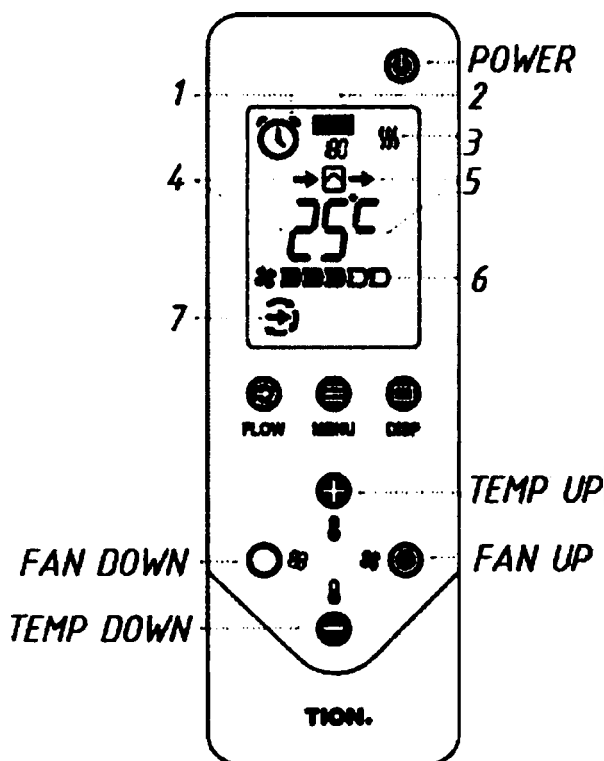

Рисунок 5.2 – Пульт дистанционно управления (отображение главного экрана):
5.4.1 ПДУ (рисунок 5.2) предназначен для удаленного управления прибором.